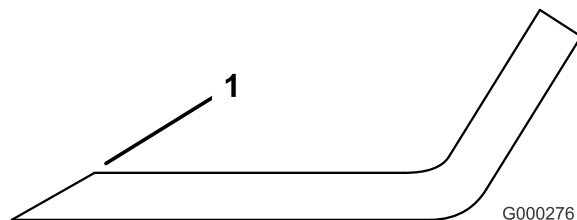

Bild 80
1. Schärfen Sie die Schnittkante an beiden Enden des Schnittmessers mit einer Feile (Bild 80). Behalten Sie